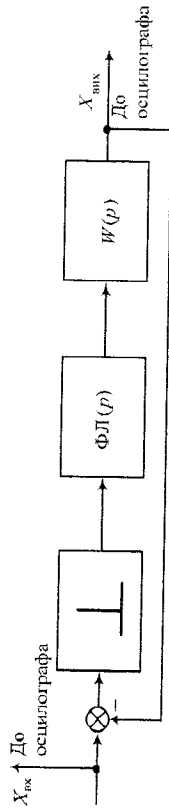
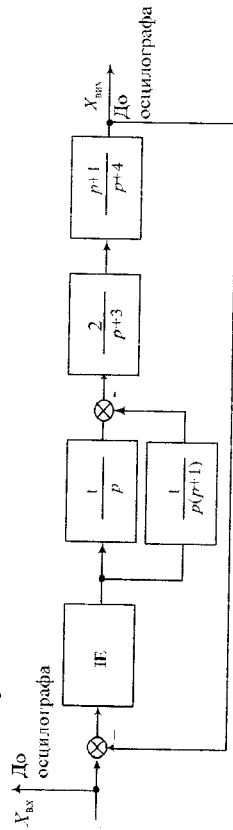

Рис. 20
Рис. 21
1. Навести схеми, зображені на рис. 21 – 23 до вигляду, наведеному на рис. 20.